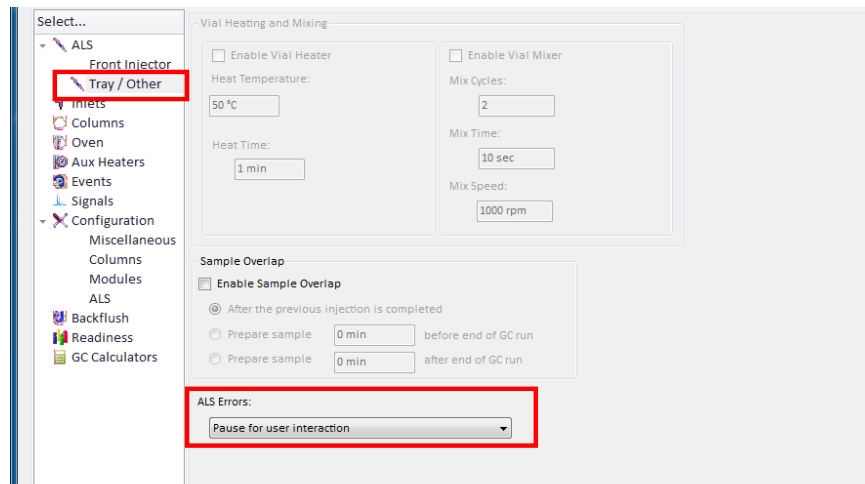

Figura 31. Parámetros del automuestreador, bandeja *Tray/Other*.
8.6.4. Desde el **Instrument > GC Parameters** seleccione en el panel navegación izquierdo **ALS > Tray/Other**. En el campo **ALS Errors**, escoger la opción **Pause for user interaction** (véase Figura 31).